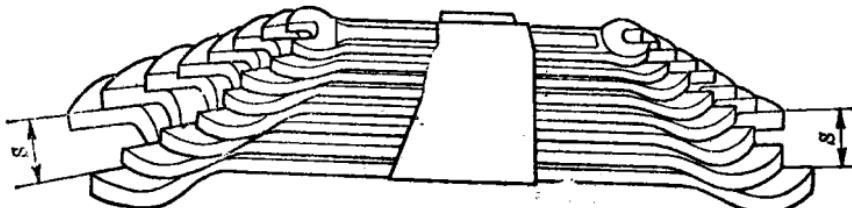

图 1-3 双头呆扳手
- (1) 开口扳手：开口扳手又称呆扳手，分为单头和双头两种。常用的开口尺寸规格有： 6×7 ; 8×10 ; 9×11 ; 12×14 ; 14×17 ; 17×19 ; 19×22 ; 22×24 ; 24×27 ; 30×32 等几种(见图1-3)。